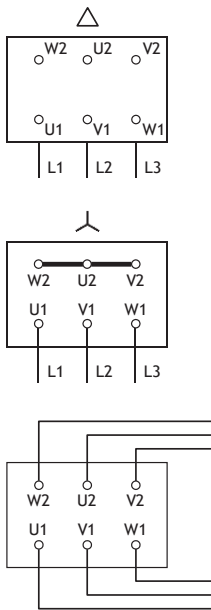

Рис. 11: Підключення до мережі
- Схема електропідключення знаходиться в кришці клемної коробки (див. також рис. 11).
- Електропідключення до клемної колодки залежить від потужності двигуна  $P_2$ , від мережевої напруги та від типу пуску. Необхідне перемикання з'єднувальних перемичок в клемній коробці можна визначити по наступній таблиці та рис. 11.